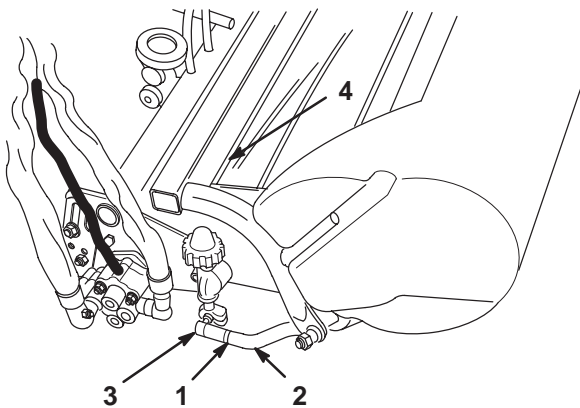

Bild 11
- Befestigen Sie die Körbe an den Zugstellen, lockern Sie die Klemmutter an den Zugarmen und stellen Sie die Kugelsechskante so ein, dass ein Spiel von 6,4 bis 12,7 mm zwischen der Korbklippe und den Spindelmessern besteht (Bild 11).
- Richten Sie die Innensechskante der Kugelgelenke so aus, dass die offene Seite des Sechskants in Richtung Kugelbolzen zentriert ist. Ziehen Sie die Klemmutter fest, um die Innensechskante in ihrer Stellung zu arretieren (Bild 11).